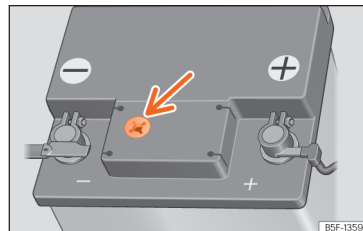

Рис. 217 Віконце у передній частині 12 В акумулятора (схематичне зображення).
• Перевірте колір індикатора «магічне око» на корпусі батареї зверху »» **рис. 217.**